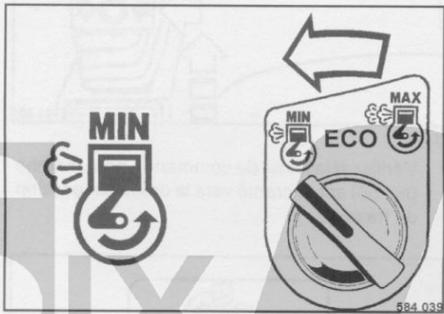

fig. 38
- Positionner l'interrupteur rotatif (fig. 38) sur „Min“ (ralenti).